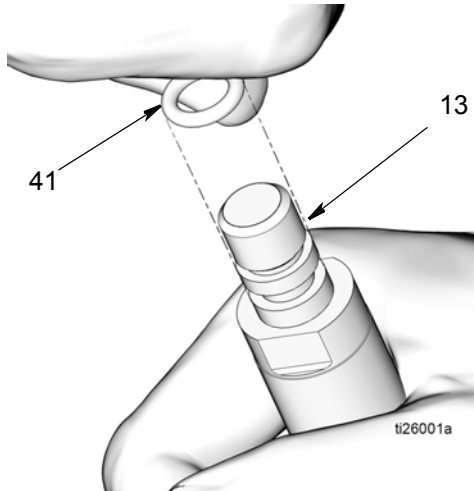

FIG. 21
- c. Saque la junta tórica (41) del vástago del pistón (13) (FIG. 21).